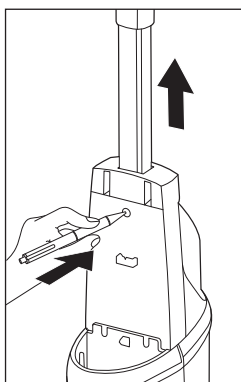

Fig. 2
- Si desea volver a extraer la pieza manual ❶ del aparato, primero debe retirar el depósito de agua limpia ❶ del aparato para acceder al encastre de la pieza manual ❶ (consulte el capítulo **Llenado del depósito de agua limpia**). Tras extraer el depósito de agua limpia ❶, presione el encastre de la pieza manual ❶ con un objeto puntiagudo para extraerla del orificio de encastre. A continuación, podrá volver a extraer la pieza manual ❶ del aparato (consulte la fig. 2).